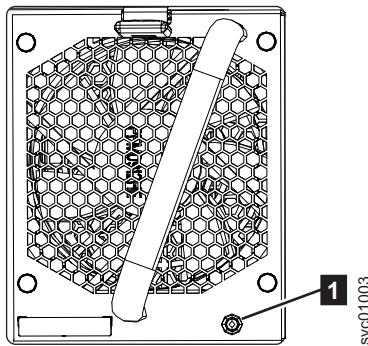

Figure 120. Voyant du module de ventilation
1. Identifiez le module de ventilation à remplacer. Lorsqu'il est allumé, le voyant orange à l'avant du module de ventilation (**1** dans la figure 120) identifie un défaut.